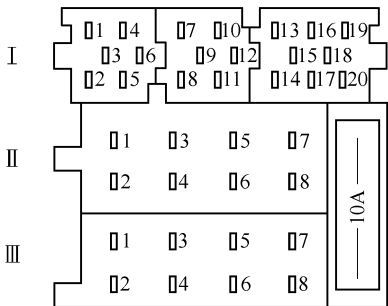

图 5-5-10 收音机后部的端子
2) 收音机后部插头 I、II、III 的端子分布, 如图 5-5-10 所示。